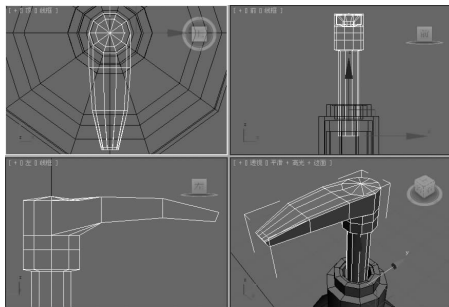

图 5-102 调整压器顶点的形状 ▲
(9)单击“选择”卷展栏中的“顶点”按钮,再单击主工具栏中的“选择并均匀缩放”按钮,在透视图图中缩放上一步挤出的顶点,调整后的效果如图 5-102 所示。